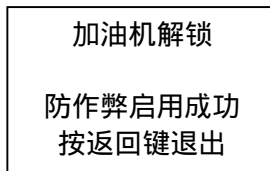

图 6-3-19 启用防作弊功能
- (5) 如果加油枪防作弊功能尚未启动，则启动加油机防作弊功能 (图 6-3-19)。